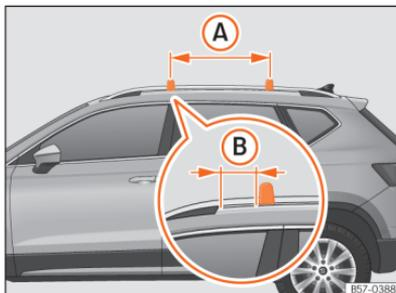

Abb. 178 Befestigungspunkte der Längsträger für den Dachgepäckträger
Die Querstangen werden an der seitlichen Dachreling angebracht. Der Abstand zwischen den Querstangen »» (Abb. 178) (A) muss zwischen 70 und 90 cm betragen und der Abstand von den Querstangen und der Dachreling (B) muss 15 cm betragen.